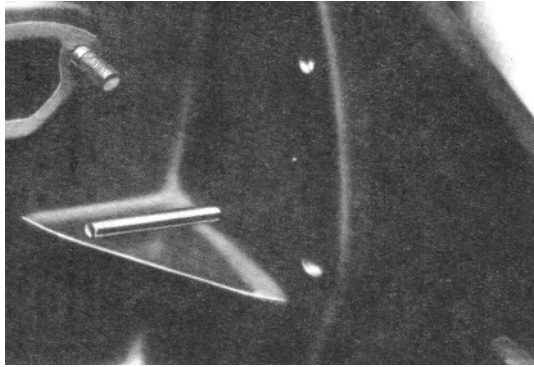

Fig. 54
2. Introduire une tige de 6,3 mm de diamètre dans le trou se trouvant sur le flasque à l'arrière du bloc cylindre (Fig. 54).